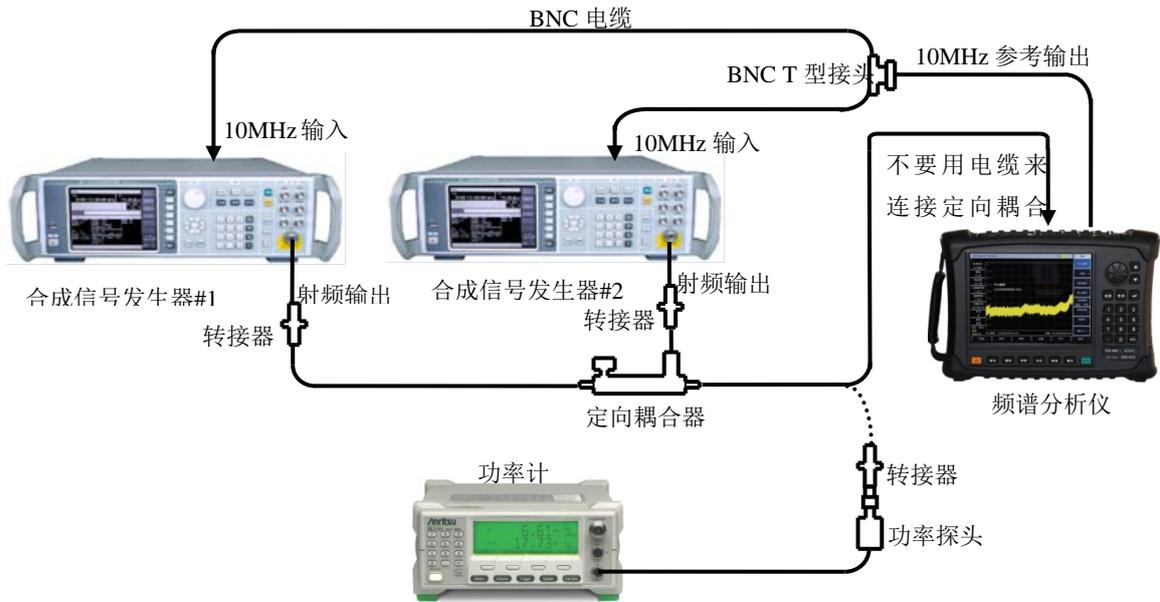

图 13-12 1dB 增益压缩测试框图
- 2) 如图 13-12 实线连接测试仪器，频谱分析仪为两个信号源提供频率参考，定向耦合器选择射频定向耦合器。
- 9) 断开射频定向耦合器输出与 4024 的连接，如图 13-12 虚线连接到功率探头，设置功率计频率为 2GHz，此时功率计读数为 50MHz~4GHz 频段的 1dB 压缩点，将该值作为测试结果记录到《4024 手持式频谱分析仪记录表》中。
- 10) 如图 13-12 连接测试仪器，图中定向耦合器为毫米波定向耦合器，设置 4024 中心频率为 9GHz，合成信号发生器#1 的频率设置为 9.01GHz，合成信号发生器#2 的频率设置为 9GHz。
- 13) 断开毫米波定向耦合器输出与 4024 的连接, 如图 13-12 虚线连接到功率探头上, 记录此时的功率计读数为 4GHz~13GHz 频段的 1dB 压缩点, 将该值作为测试结果记录到《4024 手持式频谱分析仪记录表》中。
- 14) 如图 13-12 连接测试仪器, 图中定向耦合器为毫米波定向耦合器, 设置 4024 中心频率为 18GHz, 合成信号发生器#1 的频率设置为 18.01GHz, 合成信号发生器#2 的频率设置为 18GHz。
- 17) 断开毫米波定向耦合器输出与 4024 的连接, 如图 13-12 虚线连接到功率探头上, 记录此时的功率计读数为 13GHz~44GHz 频段的 1dB 压缩点, 将该值作为测试结果记录到《4024 手持式频谱分析仪记录表》中。
- 18) 如图 13-12 连接测试设备, 选择合适频段的转接器和定向耦合器, 参照步骤 1~9, 选择 1.5GHz、3.5GHz、4.5GHz 和 8GHz 分别作为 50MHz~2.4GHz、2.4GHz~4GHz、4GHz~5.2GHz 和 5.2GHz~9GHz 四个频段的测试点, 测试其 1dB 增益压缩指标并记录测试结果至《4024 频谱分析仪记录表》中。